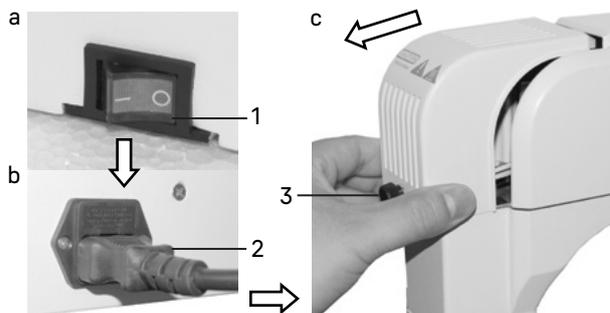

Рис. 29. Замена лампы
- Выньте шнур питания 2 из гнезда. Ослабьте винт 3, снимите крышку фонаря лампы в направлении, указанном стрелкой на рис. 29с. Выньте неисправную лампу и замените ее новой. Закройте крышку, закрепите винтом.